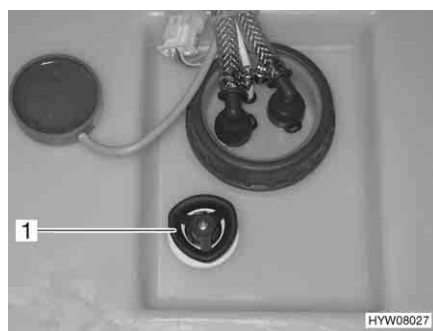

Fig. 92 Serbatoio dell'acqua con maniglia girevole
- Sul serbatoio dell'acqua, ruotare la maniglia girevole (Fig. 92,1) in senso orario fino all'arresto.
- Sul serbatoio dell'acqua, ruotare la maniglia girevole (Fig. 92,1) in senso antiorario fino all'arresto. L'acqua fuoriesce fino a ca. 20 litri.
- Sul serbatoio dell'acqua ruotare la maniglia girevole (Fig. 92,1) in senso antiorario, oltre la resistenza verso l'esterno fino all'arresto, per aprire completamente l'apertura di scarico.